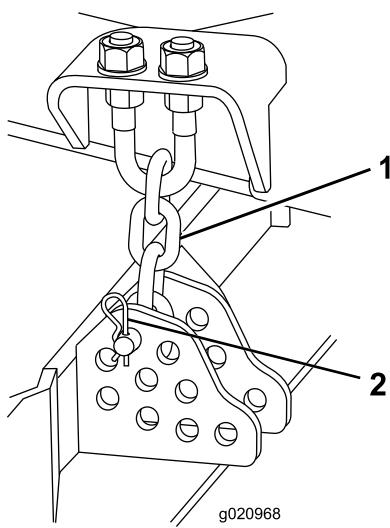

図 17
- 刈高チェーンをカッティングユニット後部に固定しているヘアピンコッターとクレビスピンを取り外す図 17。